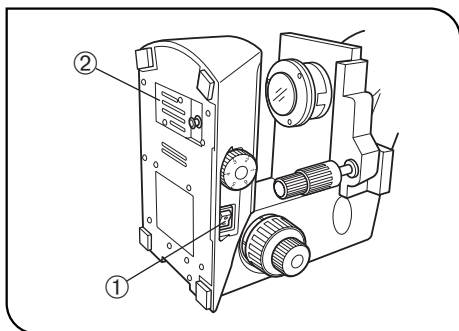

Рис. 1
- Чтобы избежать опасности удара током и ожогов при замене лампы, установите главный выключатель ① в положение «○» (ВЫКЛ.), после чего отсоедините заранее шнур питания от стенной розетки. В случае замены лампы в процессе или сразу после использования дайте патрону лампы ② и лампе остыть перед тем, как прикасаться к ним. (Рис. 1)